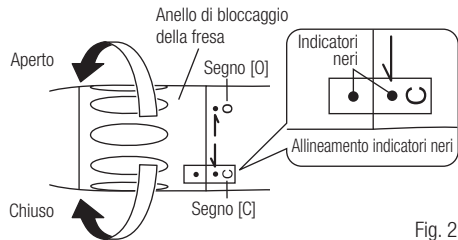

Fig. 2
3) Girare l'anello di bloccaggio della fresa in direzione del segno [C] fino a che non si sente un clic. Assicurarsi che gli indicatori neri siano allineati (Fig. 2).